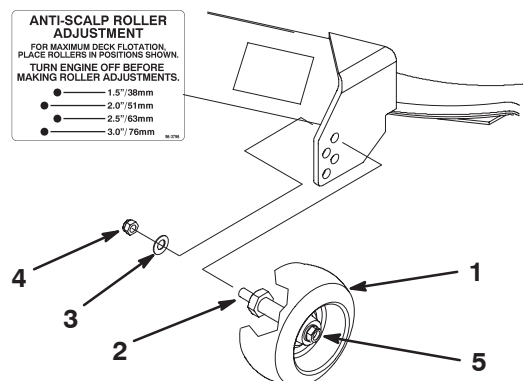

Figure 12
2. Lorsque la hauteur de coupe est réglée, enlevez l'écrou et la rondelle tout en maintenant le goujon avec une clé (Fig. 12).
Remarque : N'enlevez pas l'écrou et la rondelle de la roue (Fig. 12).
3. Choisissez le trou pour que la roue de jauge se trouve le plus près possible de la hauteur de coupe correspondante voulue (Fig. 12).
4. Remettez l'écrou et la rondelle sur le goujon (Fig. 12).